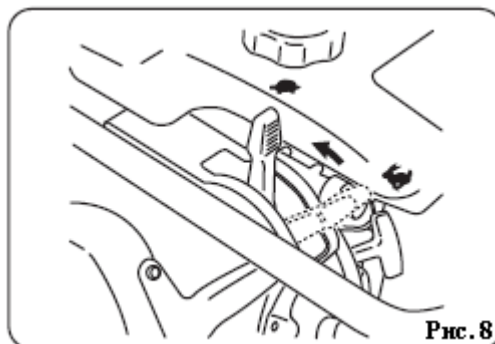

Рис. 8
6. Чтобы остановить вибротрамбовку, быстро переместите рычаг в положение холостого хода (☛). Избегайте медленного перемещения рычага (рис. 8).